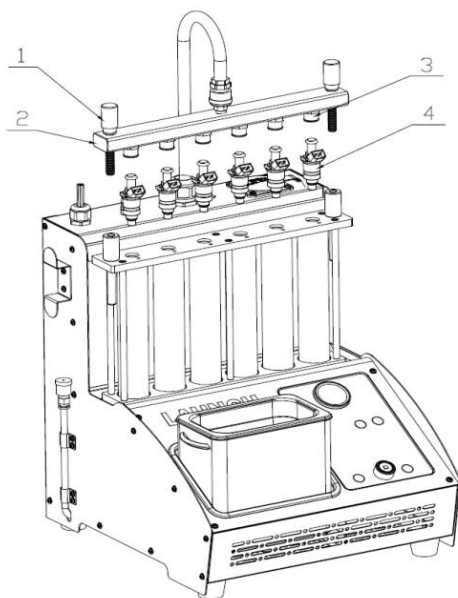

Рис. 5.1
3) Отрегулируйте прижим с помощью винтов (1) для крепления топливного распределителя и форсунок к мерным колбам, затяните прижимные винты равномерно с обеих сторон. Схема установки показана на рис. 5.1.